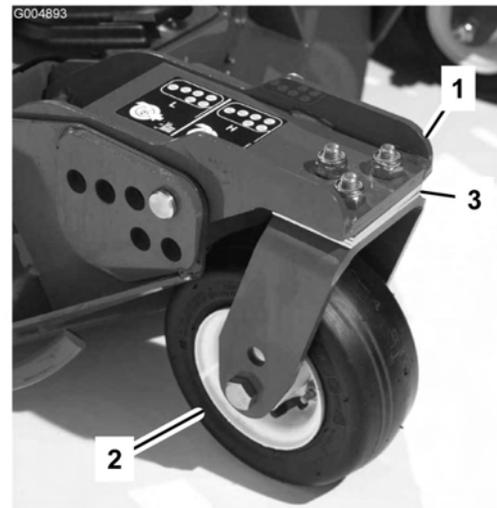

Bild 77
1. Entfernen Sie die Schrauben und Muttern, mit denen das vordere Laufrad an der Laufradgabel befestigt wird (Bild 77).